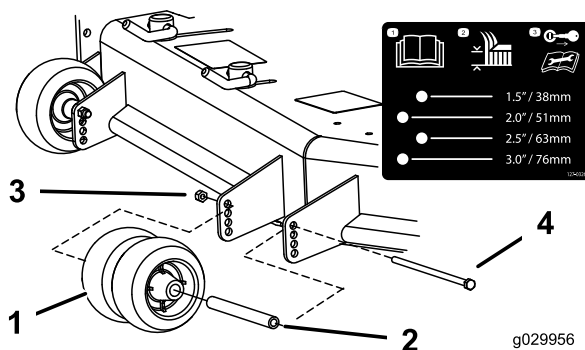
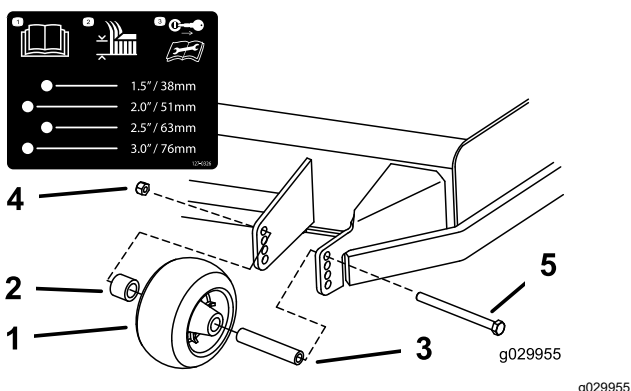
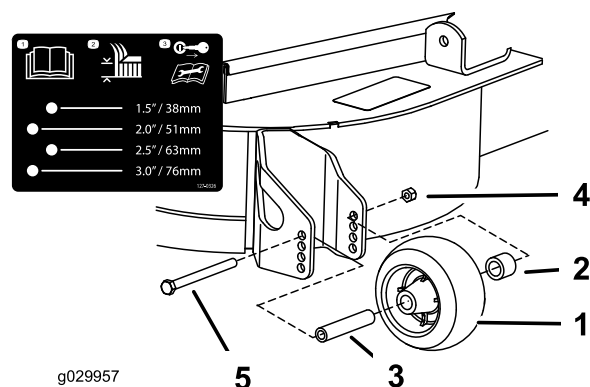

Figura 35
Figura 34
Figura 36
3. Ajuste los rodillos protectores del césped según se muestra en Figura 34, Figura 35 y Figura 36.